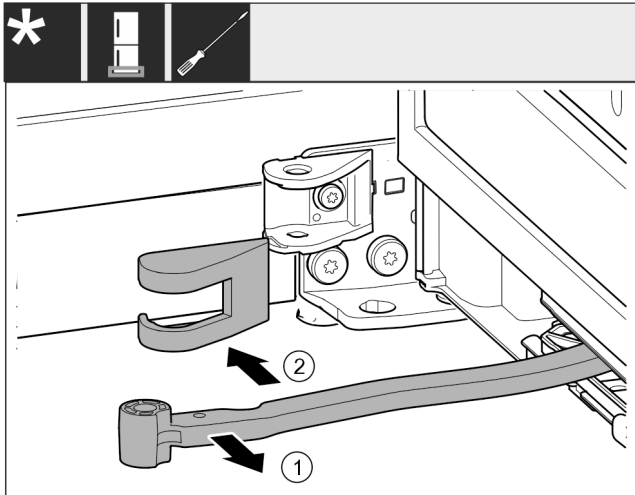

Fig. 17
- Scharnier Fig. 17 (1) in de richting van de deur draaien.
- Lagerbokafdekking Fig. 17 (2) verwijderen.